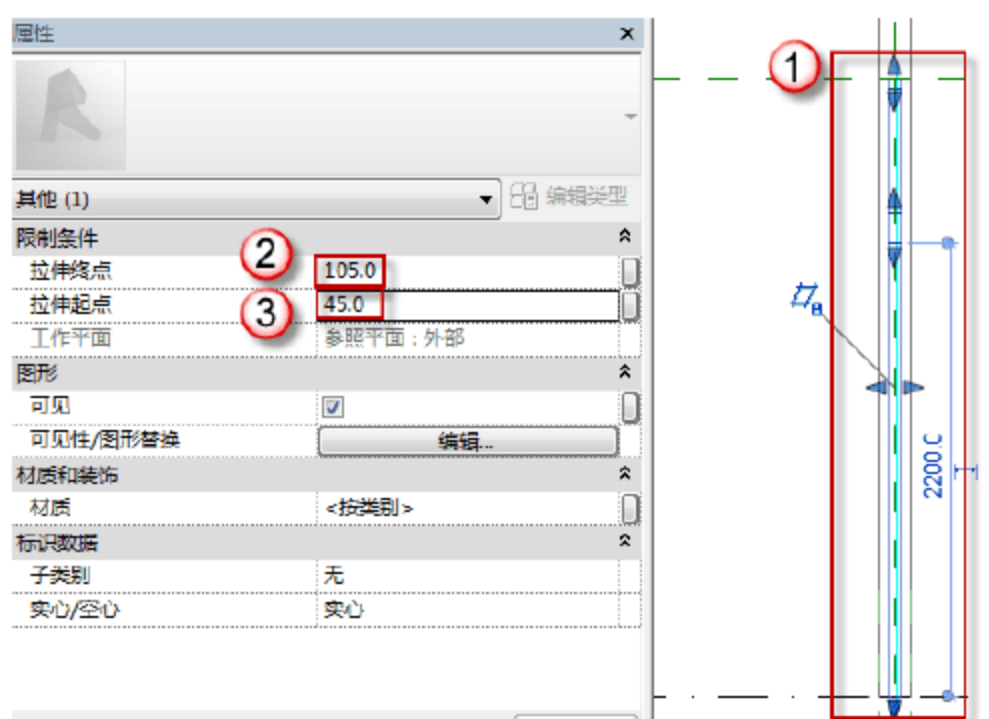

图 6.1.55 修改门框的位置及厚度
(11) 修改门框的位置及厚度。选择前面绘制好的门框，打开“属性”面板，在“拉伸终点”中输入“105”字样，在“拉伸起点”中输入“45”字样，如图 6.1.55 所示。